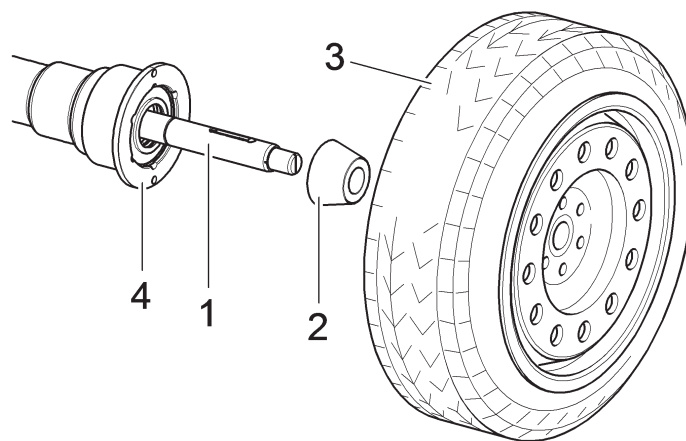

Abb. 37
1. Wenn die pneumatische Spindel geschlossen ist, öffnen Sie es durch Anheben des Pedals, siehe Abb. 37;